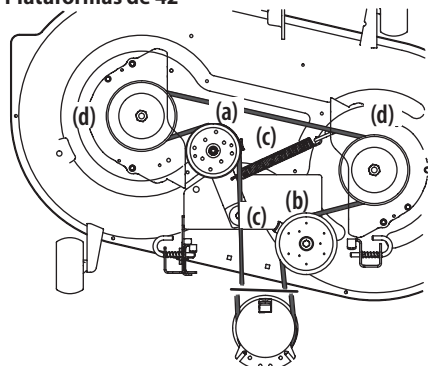
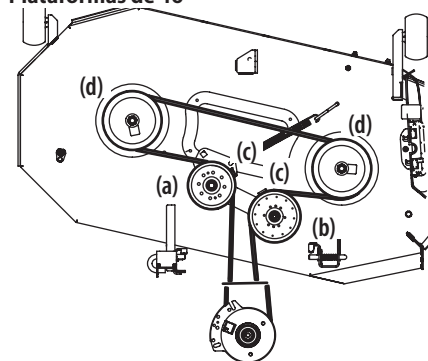
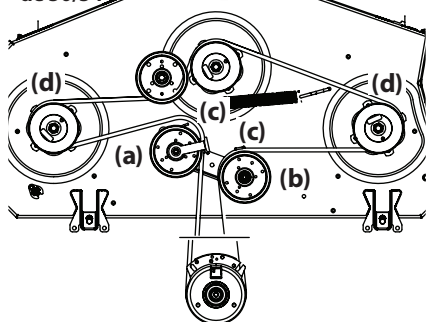
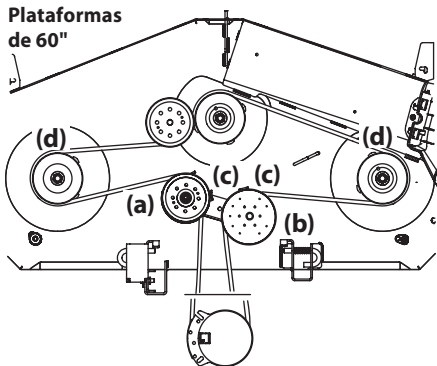

Figura 46
Figura 47
Figura 48
Figura 49
- Afloje, pero no quite los herrajes de la p Polea loca a la derecha (a) y la izquierda (b). Consulte la Figura 46 para las plataformas de 42", la Figura 47 para las plataformas de 46", la Figura 48 para las plataformas de 50" y 54" y la Figura 49 para las plataformas de 60".